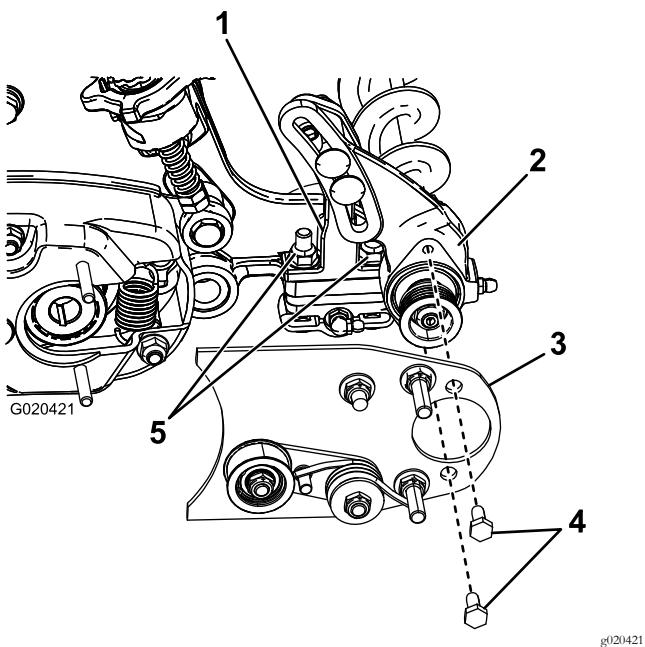

Figura 7
- Aplique Loctite 242 (azul) aos dois parafusos (5/16 pol. x 5/8 pol.) e utilize-os para montar a placa da escova na caixa de rolamentos da escova do rolo (Figura 7).